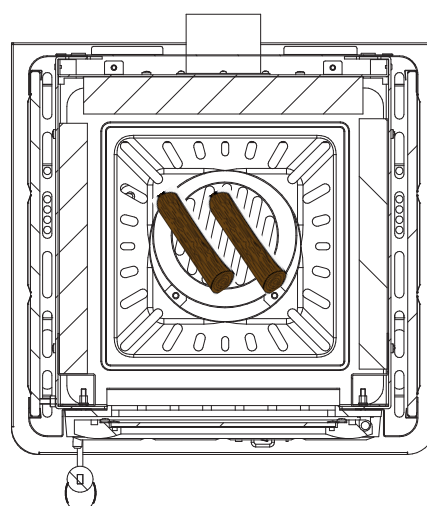

Fig. 7.4
- Approvisionner en combustible et fermer la porte du foyer. Pour une disposition optimale du combustible à l'intérieur du foyer, faire référence à la Fig. 7.4.